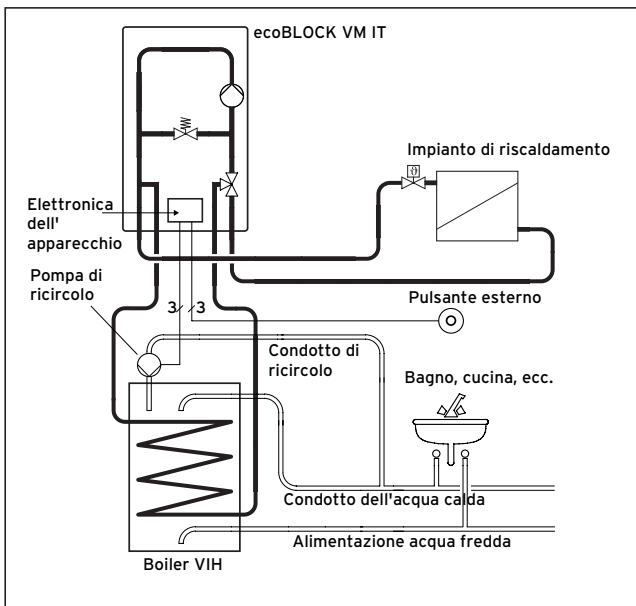
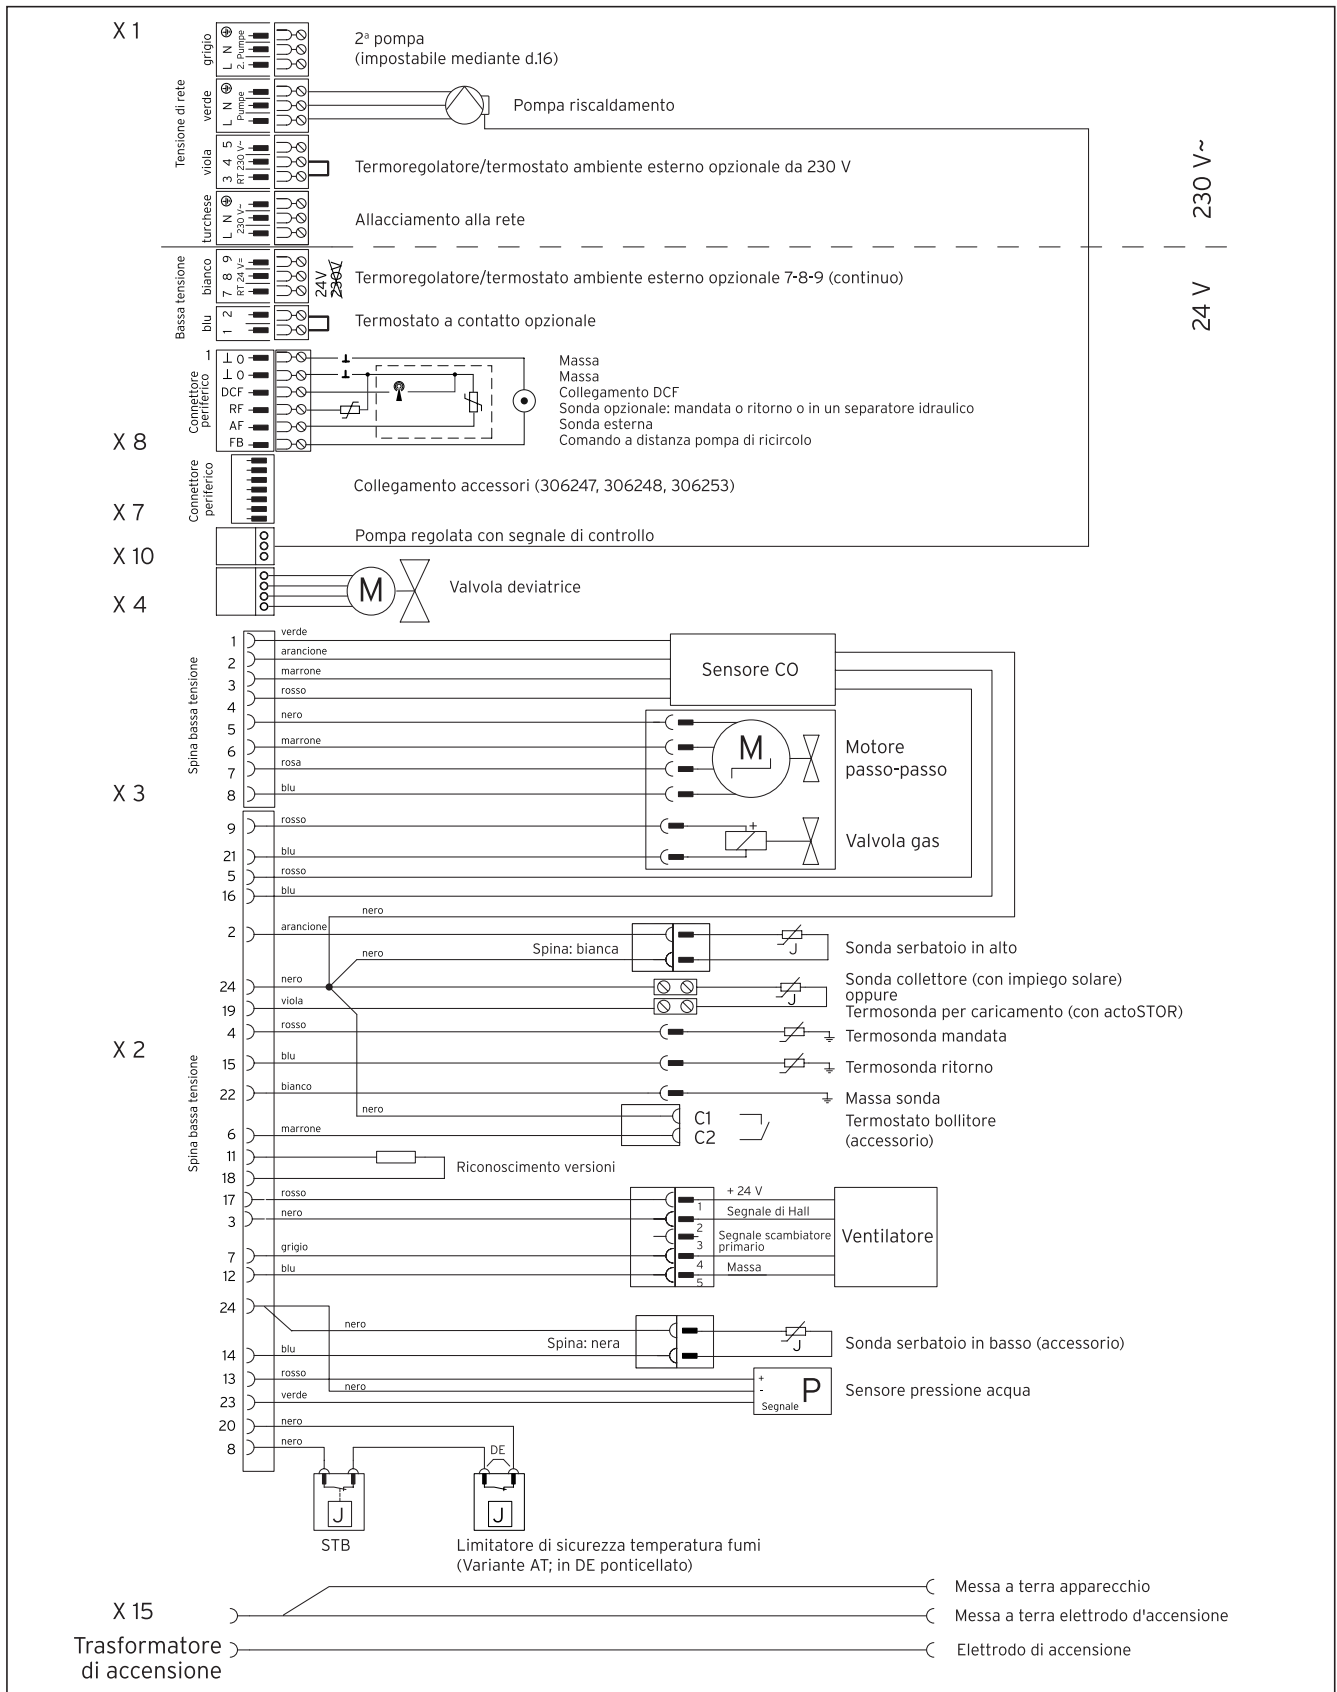

Fig. 4.9 Comando di una pompa di ricircolo in subordinazione alle necessità
Fig. 4.10 Schema di cablaggio ecoBLOCK VM IT
- Collegare i cavi secondo quanto indicato dalla tabella 4.2 e fig. 4.10/4.11 alle relative spine ProE o dei morsetti dell'elettronica.
L'elettronica del modello ecoBLOCK VM IT offre la possibilità di comandare la pompa di ricircolo di un boiler in subordinazione al fabbisogno (in maniera simile a quella di un interruttore automatico per la luce delle scale) (vedi fig. 4.9). L'inserimento avviene tramite un interruttore a pulsante, da mettere a disposizione a cura del cliente, che può essere installato in un punto qualsiasi dell'appartamento (ad esempio bagno oppure cucina). Tale interruttore a pulsante deve essere collegato ai morsetti X8/1 e X8/6 dell'elettronica del modello ecoBLOCK VM IT (vedi fig. 4.10). All'azionamento dell'interruttore a pulsante la pompa di ricircolo viene posta in funzione. Dopo un periodo di funzionamento di 5 minuti la pompa viene disinserita. Possono essere installati più pulsanti in parallelo. Indipendentemente dal comando esterno della pompa di ricircolo è possibile la funzione "Comando tramite temporizzatore programmabile" mediante un adeguato organo di regolazione.
- Collegare la pompa solare, come descritto nella fig. 4.10, al corrispondente connettore ProE o al sistema elettronico.